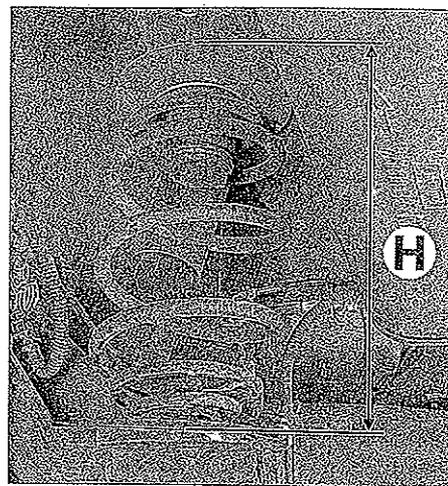

FIG. 15
- Levantar los brazos de suspensión hasta obtener un espacio de $H = 173 \pm 10$ mm entre el alojamiento del muelle en el tren y el alojamiento en la carrocería (fig. 15).